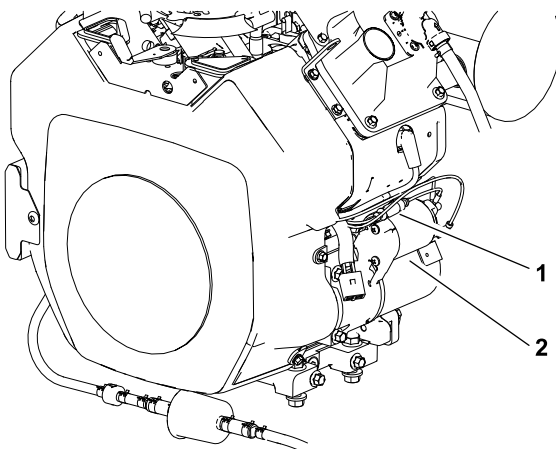

Bild 41
2. Trennen Sie die Hälften der Leitungssicherung in der Nähe des Anlassermotors des Motorkabelbaums (Bild 41).
5. Verbinden Sie die Leitungssicherung wieder (Bild 41).